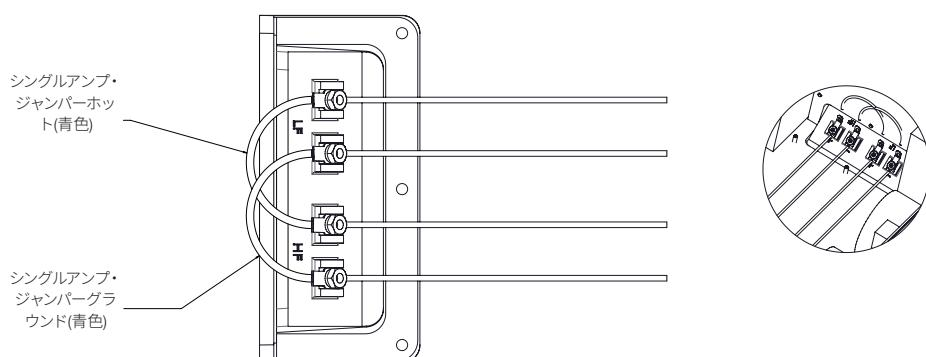

図10
4. バイワイヤーまたはバイアンプ接続されたスピーカーを設置する前に、2本の青色のジャンパー、バイアンプ・ジャンパー・ホットとバイアンプ・ジャンパーグラウンド(図10)を取り外します。青色のジャンパーはバックボックスの内側の端子カップに付いています。ワイヤーがコネクタに圧着される位置のすぐ下のジャンパー用コネクタを押し出して、コネクタのロックを解除します。うまくいかない場合は、プラスチックのカバーをワイヤーの上にスライドさせて戻し、ワイヤーを慎重に引っ張りながら、ボールペンか小型の工具でロック用のレバーを押し下げます。